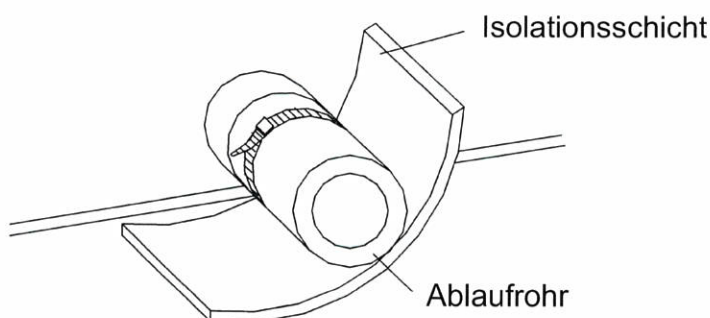

Abb. 13: Wärmeisolation des Ablaufrohres
1. Das Rohr ist mit einer Neigung von 5–10° zu installieren, damit das Kondenswasser ablaufen kann. Die Verbindungen des Rohres müssen mit Wärmeisolationmaterial bedeckt werden, damit keine Kondensation auf dem Rohr vorkommt (siehe Abb. 13).